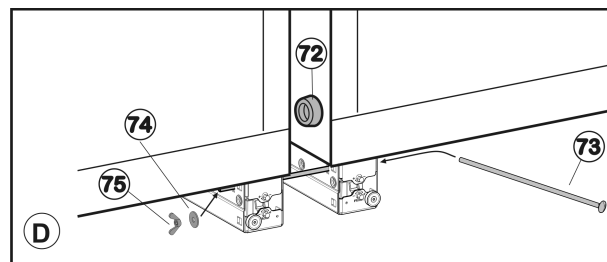

Fig. 48
- Insérer la longue vis à tête bombée Fig. 48 (73).
- Pousser la rondelle Fig. 48 (74) et l'écrou Fig. 48 (75) sur la vis. Serrer l'écrou jusqu'à ce que la pièce d'écartement Fig. 48 (72) touche la paroi latérale opposée.